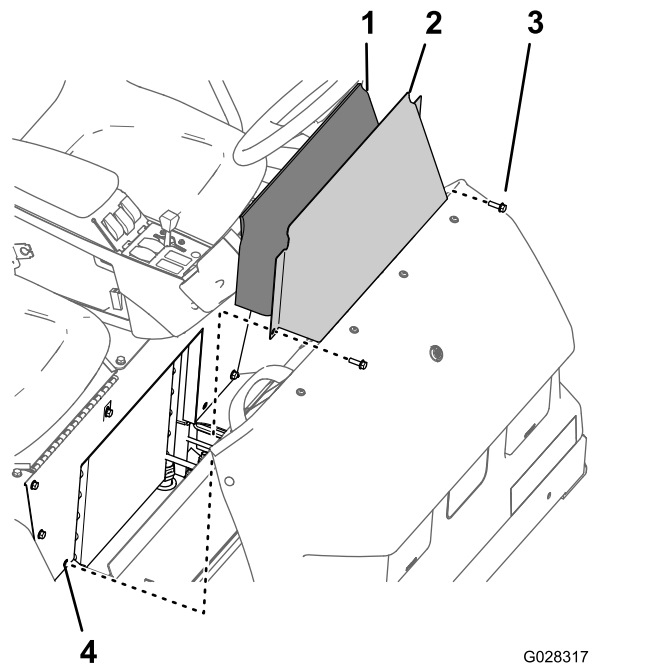

図 43
1. シートベースアクセスパネルを座席ベースに固定しているフランジヘッドボルト2本を取り外す 図 43。
2. 機体から座席ベースカバーとアコースティックパネルを外す 図 43。
1. シートベースにあるシートベースアクセスカバー用の穴にアコースティックパネルを合わせる 図 43。
2. シートベースアクセスカバーの穴を座席ベースの穴に合わせる 図 43。
3. 座席ベースをアクセスカバーを座席ベースに固定するフランジヘッドボルト2本 図 43 シートベースアクセスパネルを外す \(ページ 38\), 1で外したものを使用する。